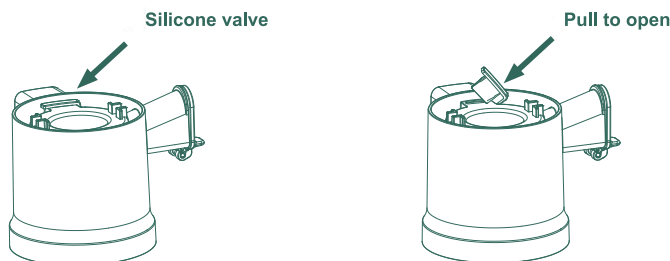

Fig. 15
3. Veuillez nettoyer la valve en silicone sous le bol d'extraction. Retirez la valve en silicone comme indiqué sur (Fig. 15) ci-dessous pour enlever facilement la pulpe et nettoyez-la sous l'eau courante.